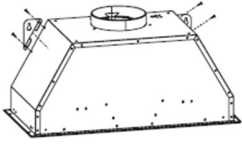

Fig. 3.
**1.** Fije las planchas de enganche derecha e izquierda en el cuerpo de la campana extractora con ayuda de 4 tornillos ST4\*8 (cf. ilustración 3).